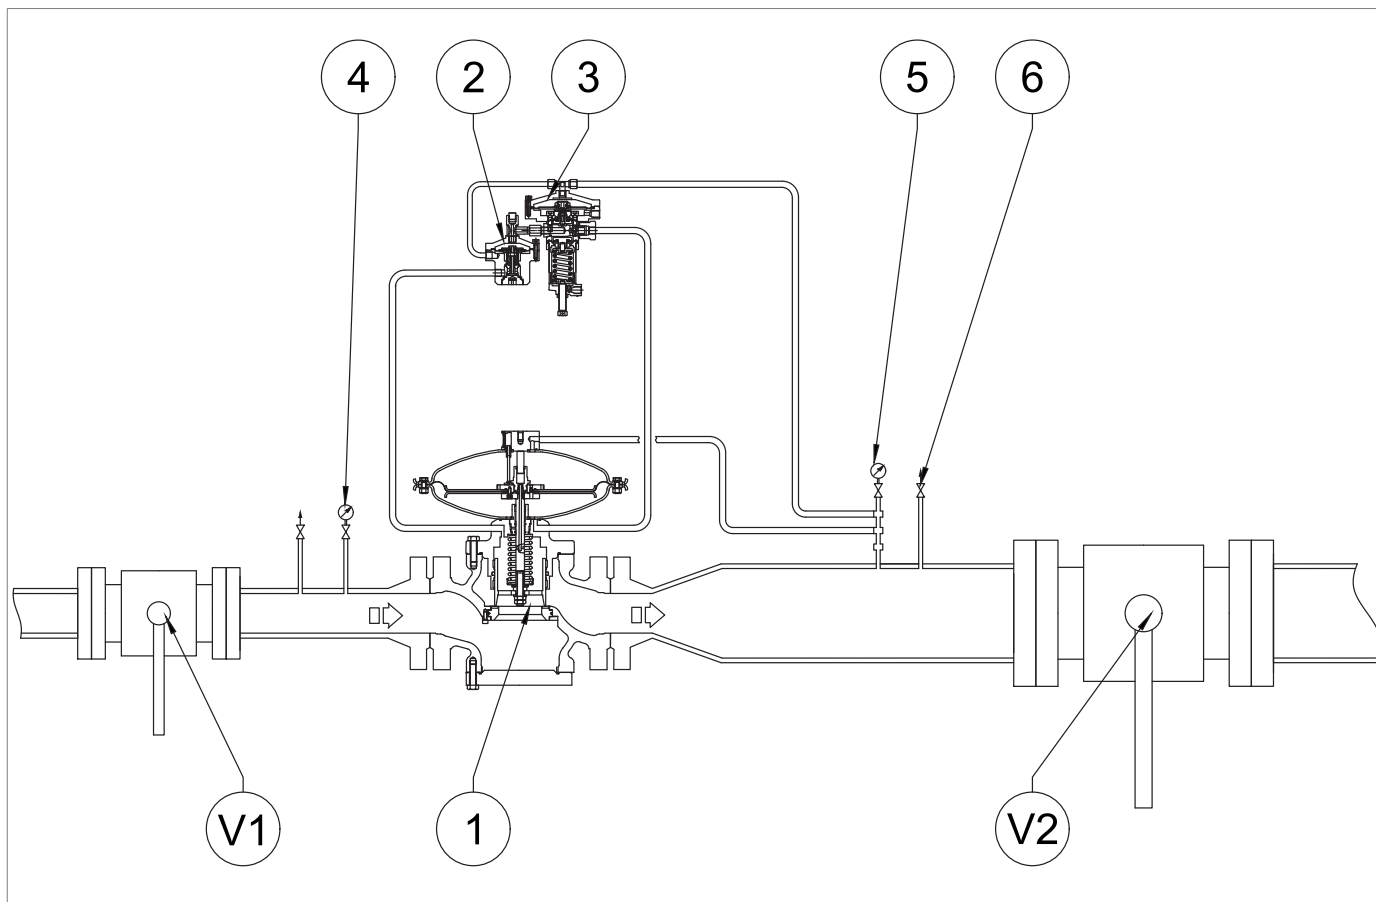

Рис. 8.32. Ввод в эксплуатацию регулятора REVAL 182
1	<p>Повернув винт регулировки пилотного механизма главного регулятора, увеличьте давление на выходе до значения отсечки быстрозакрывающегося клапана и проверьте правильность настройки.</p> <p>⚠ ОБРАТИТЕ ВНИМАНИЕ!</p> <p>Проверьте давление по манометру (рис. 8.32, ссылка. 5) на выходе от основного регулятора.</p> <p>Если быстрозакрывающийся клапан:</p> <ul style="list-style-type: none"> • поездки до ожидаемого значения давления: закрутите (по часовой стрелке) регулировочную кольцевую гайку (13), чтобы еще больше сжать пружину (11); • не срабатывает при ожидаемом значении давления: открутите (против часовой стрелки) регулировочную кольцевую гайку (13), чтобы снять напряжение с пружины (11).
2	Открыв сливной кран (рис. 8.32, сс. 6), снизить давление в нисходящей части до калибровочного значения основного регулятора.
3	Закройте сливной кран (рис. 8.32, ссылка. 6).